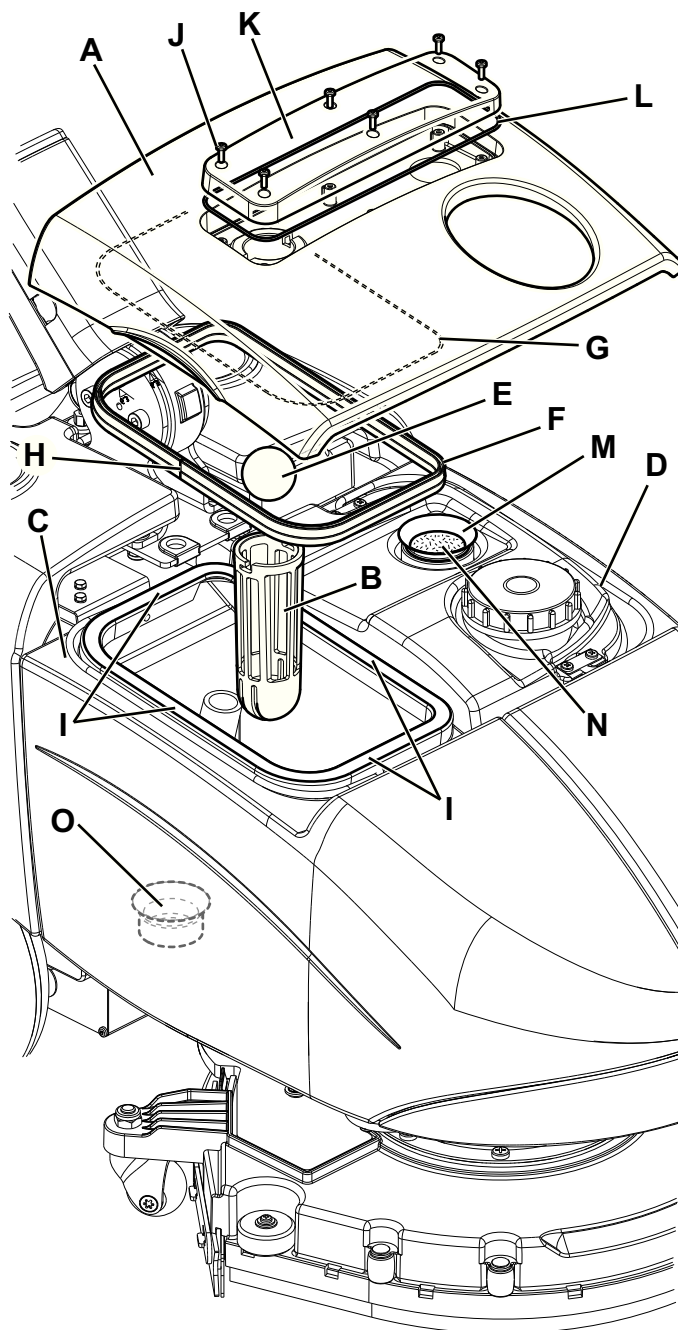

Рис. 6
2. Поверните рукоятку (32) в положение «0» и отсоедините аккумулятор.
3. Поднимите крышку (А, Рис. 6), затем очистите и промойте крышку и вакуумную решетку (В) чистой водой. Слейте воду из бачков (С и D) и очистите их.
5. Проверьте, цела ли прокладка крышки расширительного бачка (F).
3. Откройте крышку (А, Рис. 6) и проверьте целостность прокладки электродвигателя вакуумной системы (M). В случае необходимости замените прокладку, удалив ее из корпуса.
4. Убедитесь, что предварительный фильтр (N) чист. Если необходимо, очистите его водой и сжатым воздухом, затем установите.
5. Поднимите расширительный бачок (B) и проверьте целостность прокладок (O). В случае необходимости замените прокладку, удалив ее из корпуса.